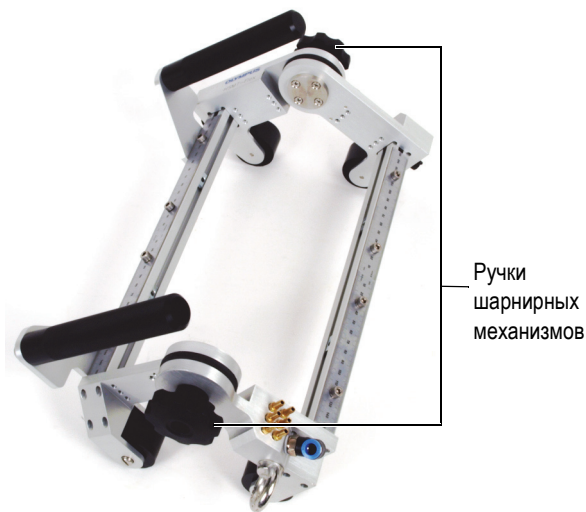

Рис. 2-1 Изменение угла рамы
1. Ослабьте ручки на обоих шарнирных механизмах (Рис. 2-1 на стр. 38).